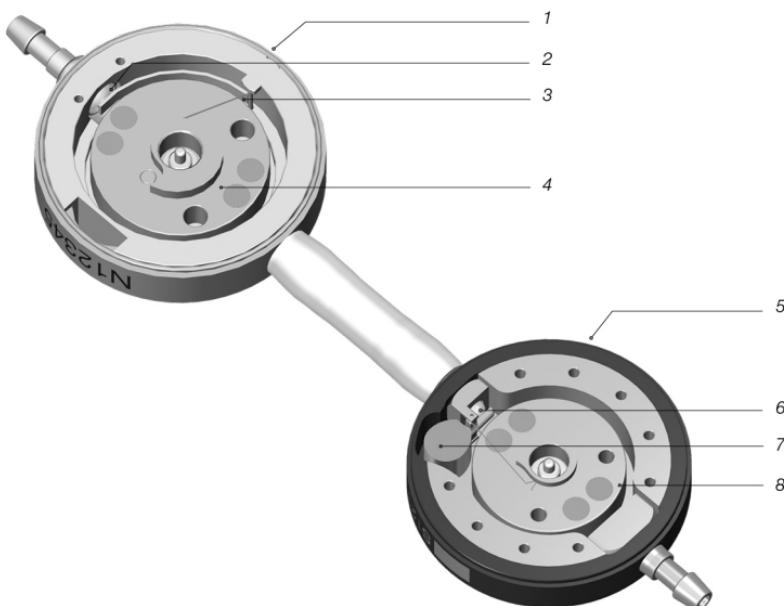

Fig. 1: Sezione di M.blue plus
M.blue plus è un sistema costituito da due unità realizzate in titanio; la prima è una valvola programmabile denominata proGAV 2.0 mentre la seconda è un'unità gravitazionale programmabile denominata M.blue (fig. 1). Nella parte prossimale della valvola proGAV 2.0 si trova un meccanismo di chiusura/apertura tipo ball in cone (sfera in un cono). Una barra di torsione determina la pressione di apertura di questa unità.